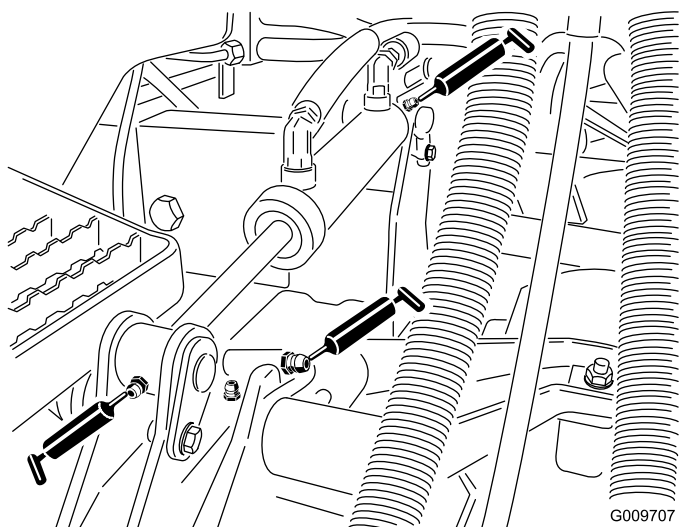

図 24
- ・ 昇降アームのブッシュ (各デッキに1ヶ所) (図 24)
- ・ 昇降シリンダのブッシュ (各デッキに2ヶ所) (図 24)